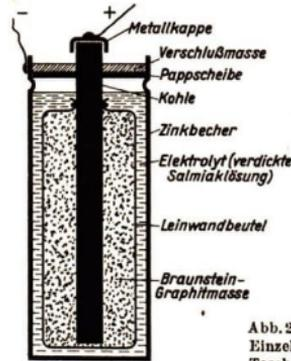

Abb. 265
**2. Die Taschenlampenbatterie.** Öffne eine unbrauchbar gewordene Taschenlampenbatterie (Abb. 264)! Untersuche den Aufbau, beschreibe und skizziere ihn! Zerlege ein Element (Abb. 265)! Beschreibe es! Wie sind die Elemente miteinander verbunden? – Flüssige Füllungen kann man in einer Taschenlampenbatterie nicht benutzen. Man muß verlangen, daß die Taschenlampenbatterie in allen Lagen betriebssicher ist. Deshalb wird die Zinkplatte zu einem geschlossenen Zylinder umgeformt und statt der Flüssigkeit Sägemehl, das mit